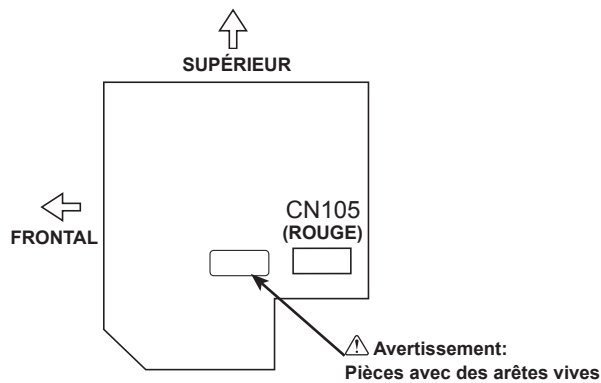

Fig. 6-6
7. Raccorder correctement le code électrique au connecteur CN105 (ROUGE) du panneau du contrôleur intérieur. (Fig. 6-6)
- (D) Couvercle de boîtier électrique (supérieur)
- (E) Couvercle de boîtier électrique (latéral)
- (F) Vis (couvercle supérieur)
- (G) Vis (couvercle latéral)
- (H) Thermistance de température ambiante (TH1)
- (I) Vis (couvercle latéral)
- (J) Panneau du contrôleur intérieur